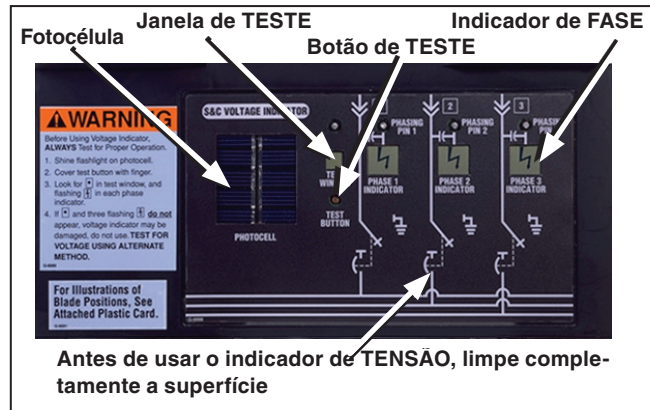

Figura 40. Indicador de TENSÃO com funcionalidade de Teste.
PASSO 1. Limpe a superfície do indicador de TENSÃO para remover sujeira e detritos. Ver Figura 40.